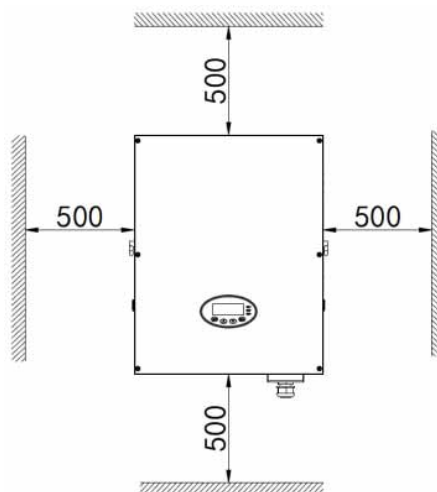

Рисунок 4.4 Требования к свободному месту вокруг инвертора
- (2) Место установки должно быть хорошо проветриваемо находиться вдали от капель дождя или прямых солнечных лучей.
- (3) Вокруг места установки должно быть достаточно предванительно зарезервированного пространства для удобного монтажа и демонтажа инвертора, и конвекции воздуха, как показано на рис. 4.4.